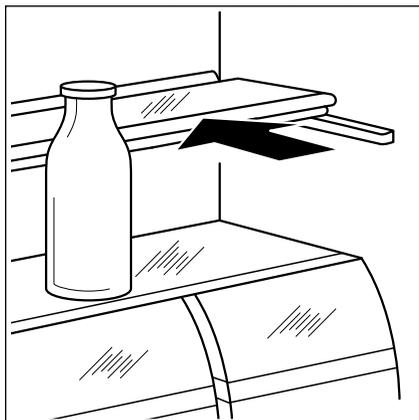

Fig. 14
- ❑ Spingere la parte anteriore di uno dei semiripiani sopra l'altra metà (**Fig. 14**). In questo modo si guadagna spazio per depositare le confezioni alte sul ripiano sottostante.